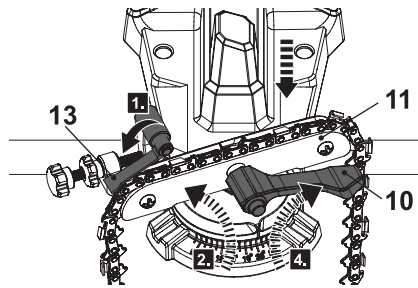

Fig. 3
1. Faites basculer la butée de chaîne (13) vers l'arrière et laissez-la dans sa position ouverte (Fig. 3, étape 1).
2. Ouvrez l'étau de la chaîne de sciage (11) en tournant le levier de serrage (10) dans le sens inverse des aiguilles d'une montre (étape 2) jusqu'à ce que l'espace soit suffisant pour la chaîne de sciage.
3. Placez la chaîne de sciage avec les maillons entraîneurs vers le bas dans le rail de guidage à travers l'étau de la chaîne de sciage (11) (étape 3). Le sens de coupe doit être orienté vers le disque abrasif (15).
4. Serrez légèrement la chaîne de sciage en tournant le levier de serrage (10) dans le sens des aiguilles d'une montre (étape 4). Assurez-vous que la chaîne de sciage n'est pas fixe mais peut être bougée librement.